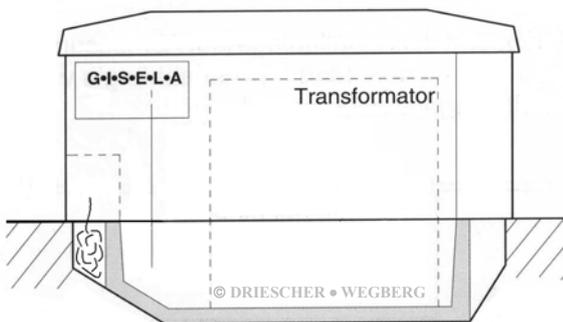
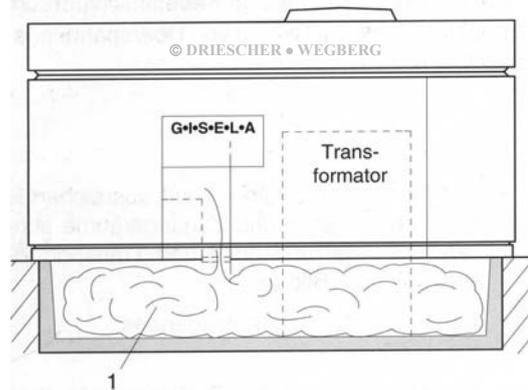
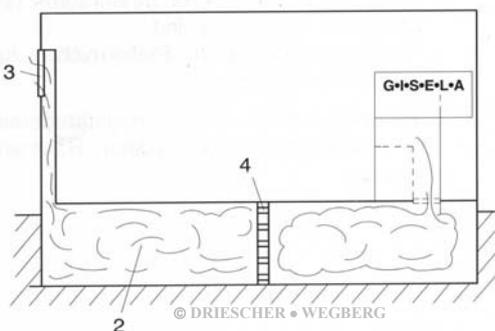

Bild 1 / Рис 1
Bild 2 / Рис 2.
Bild 3 / Рис 3.
- Bei Kompaktstationen Typ K und KSP Fa. DRIESCHER erfolgt der Druckausgleich ausschließlich im Kabelanschlussbereich (Bild 1). Ansonsten muss bei kompakten und begehbaren Stationen die Druckentlastung in den Kabelkanal (1) [Mindestvolumen ~3 m³] vorgesehen werden (Bild 2).
- Bei vorhandenem Kabelkanal (2) [Mindestvolumen ~1,1m³; Mindestquerschnitt – 0,25m² mit Öffnung (3) nach außen], diesen als Druckentlastungsraum nutzen.
- Durch Einbau von zwei Lagen Streckmetall (4) werden die Lichtbogengase zusätzlich gekühlt und der Austritt von heißen Gasen gemindert (Bild 3).
- в компактных станциях типа К м KSP компании «DRIESCHER» компенсация давления осуществляется исключительно в зоне подключения кабелей (рисунок 1). В ином случае в компактных станциях с проходами компенсация давления предусматривается в кабельных каналах (1) [минимальный объем ~3 м³] (рисунок 2).
- При наличии кабельного канала (2) [минимальный объем ~1,1 м³; минимальное сечение – 0,25 м² с отверстием (3) наружу] использовать его в качестве пространства для сброса давления.
- За счет установки двух листов цельнотянутого металла (4) газы, образуемые при горении электрической дуги, дополнительно охлаждаются, чем предотвращается выход горячих газов (рисунок 3).